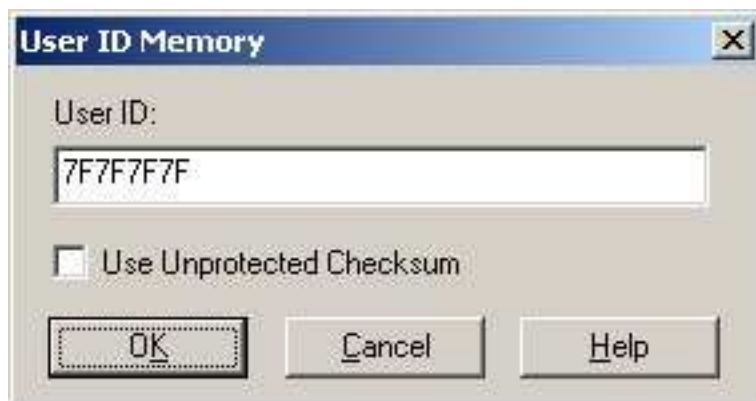

Рис. 4.24
Взгляните на значения регистров в окне **Watch**. Значение **ADCON0 0x41** (b'01000001') (Рис. 4-24)
3. Дополнительно можете установить ID **Configure**→**ID Memory** (Рис. 4.24)